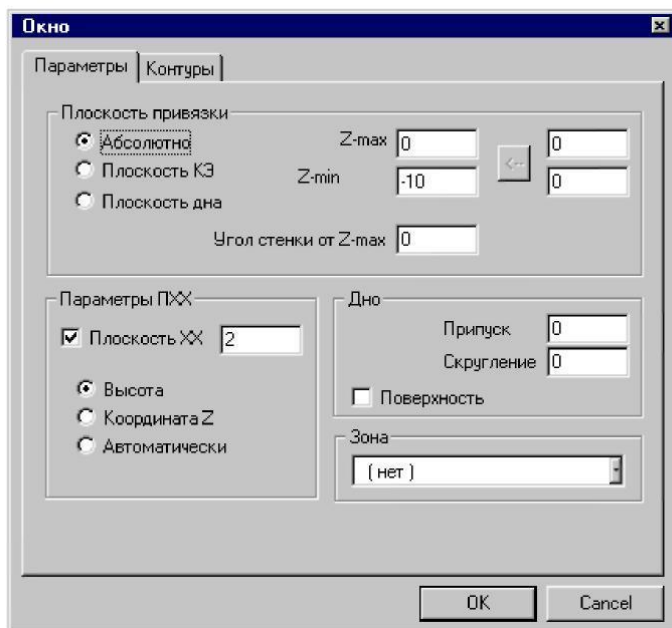

Рис. 4.8
2. В группе «Плоскость привязки» выберите **Плоскость КЭ**, ведите в поле **Глубина** значение **27** и нажмите кнопку ОК (рис. 4.8).